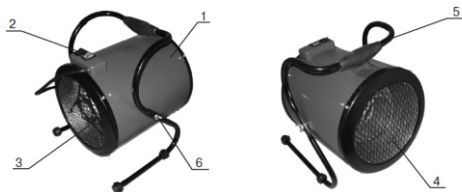

Рис. 1 Тепловентилятор
5.1 Схема тепловентилятора представлена на рис. 1.
5.3 Несущая конструкция тепловентилятора (см. рис. 1) состоит из кожухов наружного (1) и внутреннего, изготовленных из листовой стали и имеющих цилиндрическую форму. Во внутреннем кожухе размещены вентилятор и трубчатые электронагревательные элементы. Снаружи внутреннего кожуха расположен корпус блока управления (2). Кожух наружный, закрытый входной (3) и выходной (4) решетками, винтами устанавливается в подставке (5) и имеет возможность поворота в вертикальной плоскости. Угол поворота фиксируется гайками (6). Вентилятор всасывает воздух через отверстия входной решетки. Воздушный поток, втянутый вентилятором в корпус, проходя между петлями трубчатых электронагревательных элементов, нагревается и подается в помещение через отверстия выходной решетки.
5.5 Электрическая схема тепловентилятора представлена на рис. 1 Приложения.